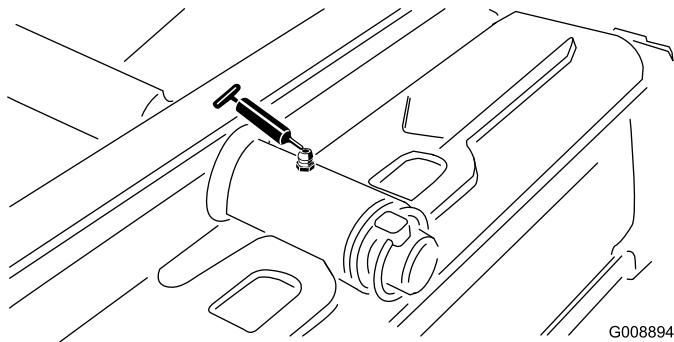

Figura 30
- Pivote de la unidad de corte trasera (Figura 30)